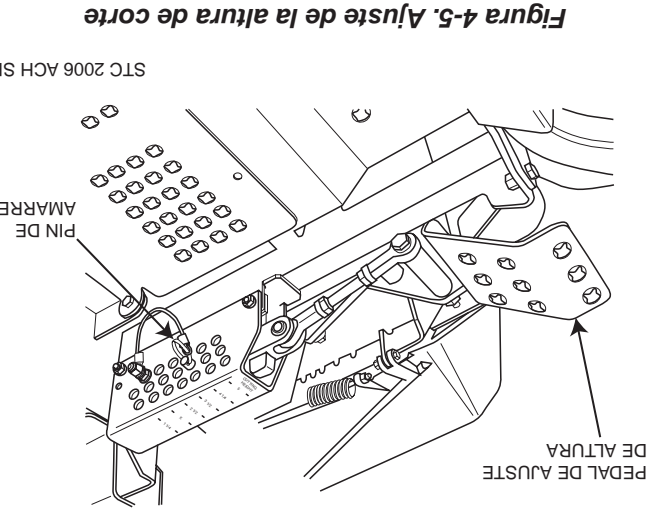
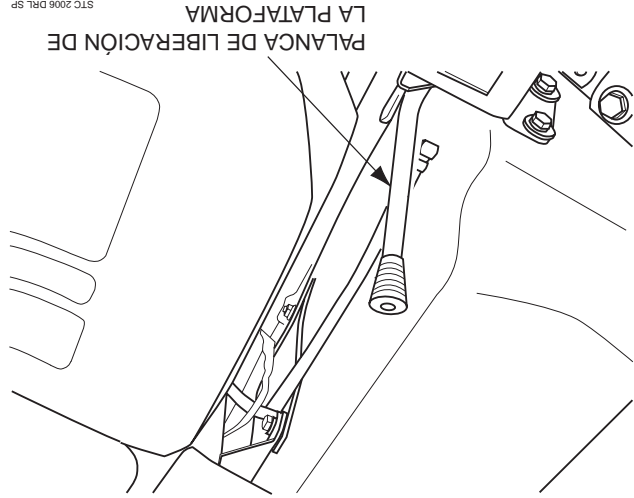

Figura 4-5. Ajuste de la altura de corte
Figura 4-6. Palanca de liberación de la plataforma
2. Empuje el pedal de pie de ajuste de la altura de corte completamente hacia adelante con su pie derecho hasta que se asegure en su lugar. Vea la Figura 4-5.
3. Inserte el pin de amarre en el indicador de la altura de corte en la altura de corte deseada. Empuje hacia adelante la palanca de pie de la elevación de plataforma, manténgala en posición y tire de la palanca de liberación de plataforma. Vea la Figura 4-6. Libere lentamente el pedal. Hay una calcomanía de la altura de plataforma ubicada en el indicador de altura como una ayuda para ajustar la plataforma a la altura deseada. Vea la Figura 4-5.